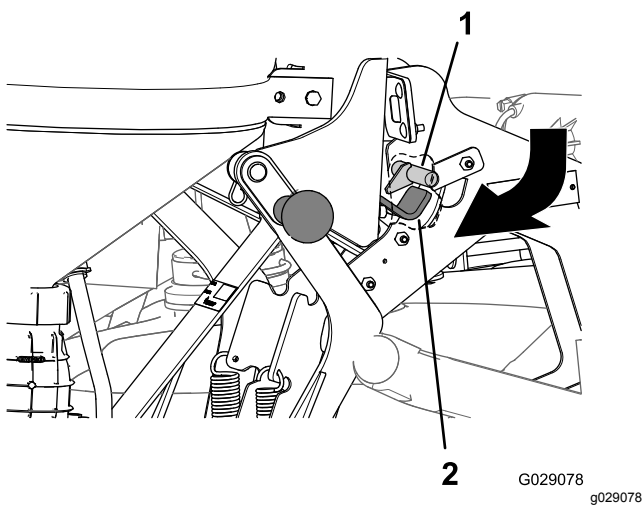

図 38
3. エダクタのハンドルを外側下方に向けて引いて、バックプレートの車体内側にあるフックをメインサポートフレームアセンブリのラッチロッドから逃がす 図 38。
3. クレードル上部のハンドルを押し込んで、ラッチのフック部分をメインサポートフレームのラッチロッドの後ろに合わせる 図 38。